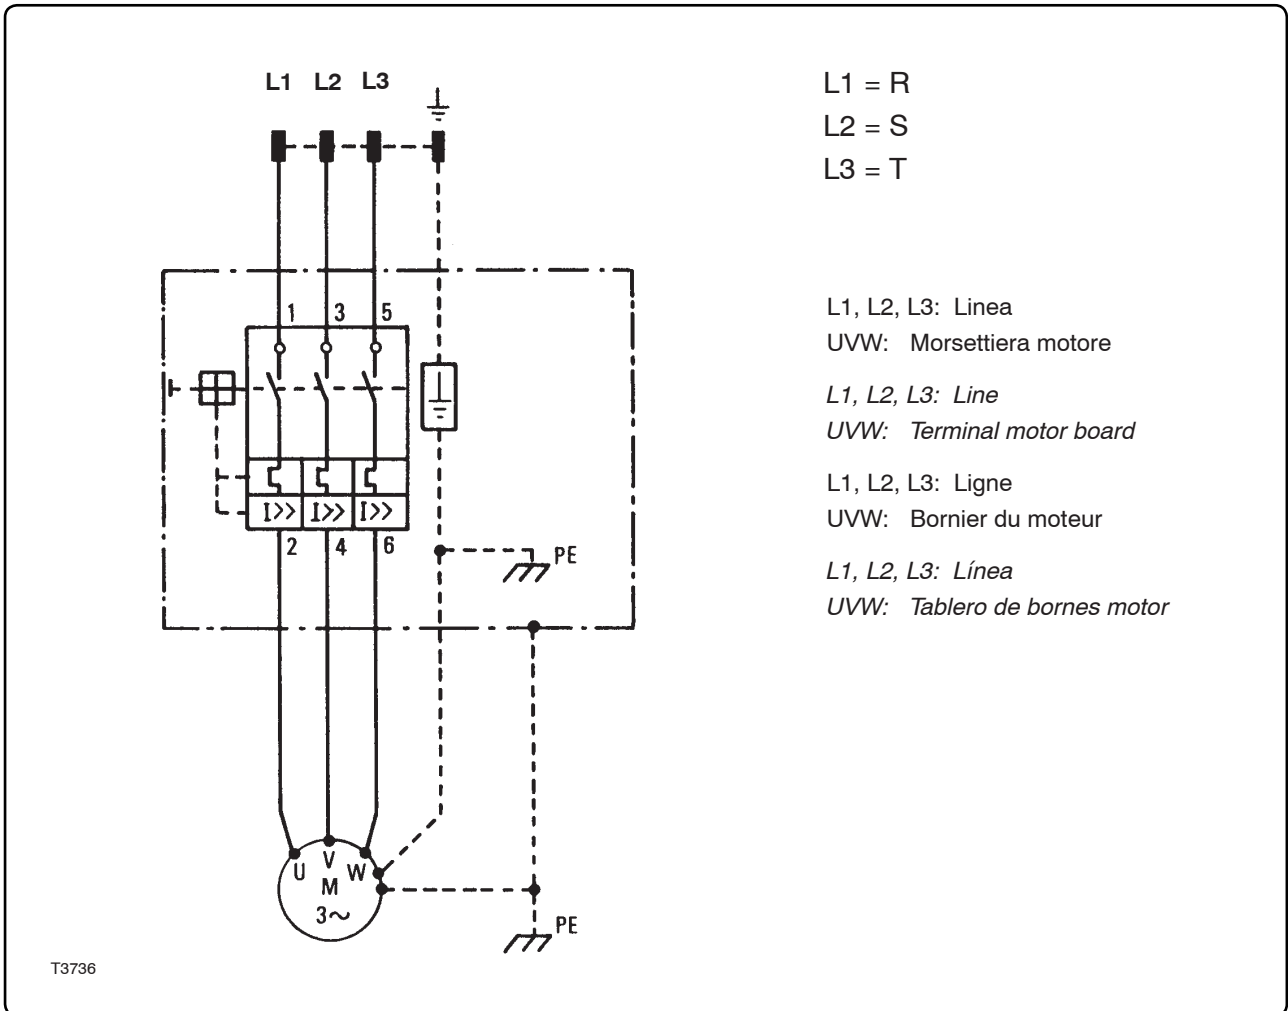

Fig. 7.7.1
7.7.1 - Schema elettrico mac-china standard cat. "U", "S", "G" (fig. 7.7.1)
7.7.1 - Wiring diagram of the standard machine cat. "U", "S", "G" (fig. 7.7.1)
7.7.1 - Schéma électrique machine standard cat. "U", "S", "G" (fig. 7.7.1)
7.7.1 - Esquema eléctrico máquina estándar cat. "U", "S", "G" (fig. 7.7.1)